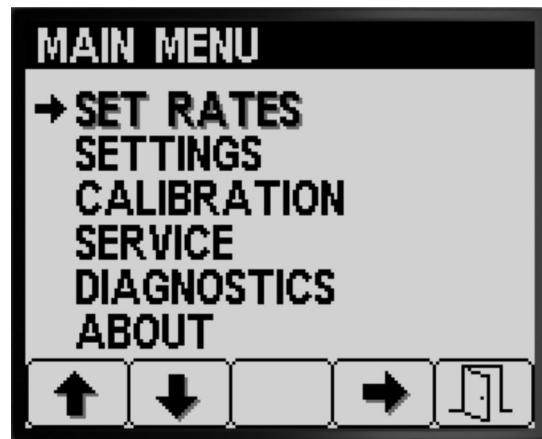

Figure 4
- Appuyez sur le bouton 4 pour sélectionner le sous-menu DÉBITS PROGRAMMÉS (Figure 4).
- Pour ouvrir l'écran Débits programmés, appuyez sur le bouton 2 dans l'écran MENU PRINCIPAL pour naviguer jusqu'à l'option DÉBITS PROGRAMMÉS soit atteinte, puis appuyez sur le bouton pour sélectionner cette option (Figure 4).